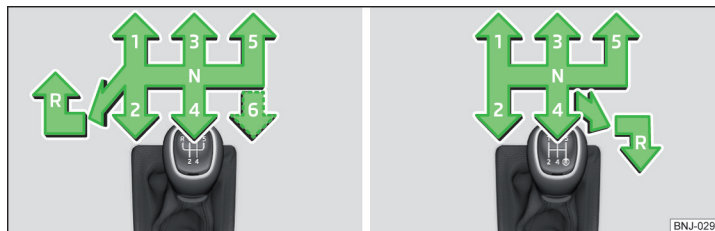

Fig. 211 Esquema de marchas: Variante 1 (transmisión de 5 / 6 marchas) / Variante 2 (transmisión de 5 marchas con el motor MPI 1,0 l)
Sobre la palanca de cambio se presenta el esquema de cambio para cada posición de cambio » fig. 211.
- » Presionar hacia abajo la palanca del cambio y colocarla completamente hacia la izquierda y luego hacia adelante en la posición **R** » **fig. 211.**